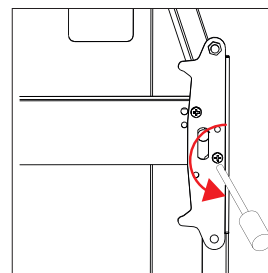

Abb. 10
- ▶ Drehen Sie die zwei Halterungsschrauben der Scharnierlochplatte heraus und entfernen Sie das Scharnier der Gefrierraumtür (7) (Abb. 10).